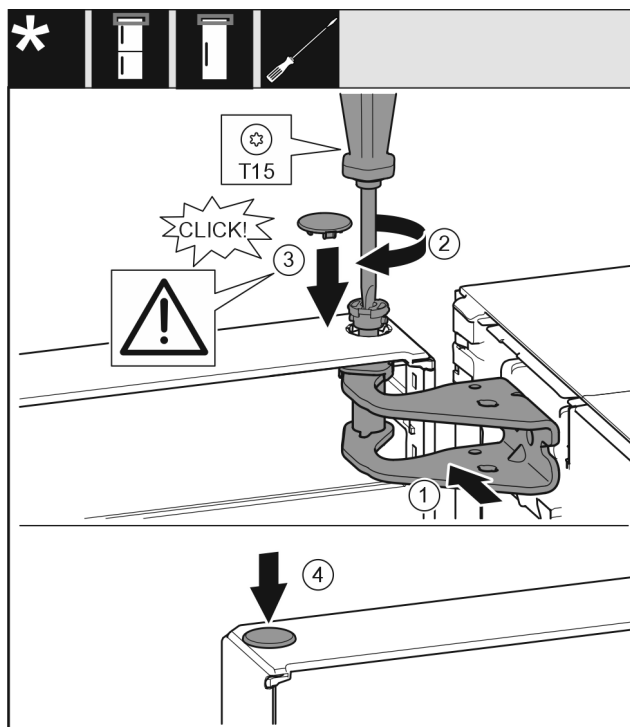

Fig. 21
- Aliniați ușa sus spre deschizătură în suportul de lagăr. Fig. 21 (1)
- Introduceți bolțul Fig. 21 (2) și înșurubați-l ferm cu șurubelnița.
- Montarea capacului de siguranță Fig. 21 (3) pentru siguranța ușii: Introduceți capacul de siguranță și controlați dacă este așezat pe ușa. În caz contrar, introduceți complet bolțul.
- Introduceți dopul Fig. 21 (4).